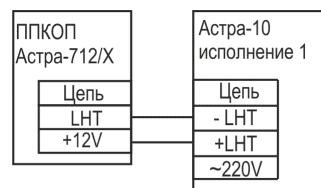

Рисунок 4
- к ППКОП "Астра-712/х" - рисунок 4,